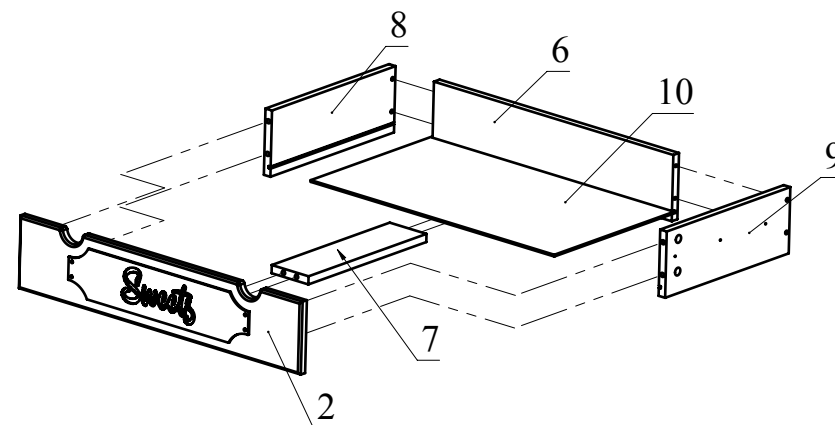

Рис. 8
6. Соберите ящик. Для этого соедините деталь 6 с деталями 8 и 9 с помощью конфирмат. Затем вставьте деталь 10 (ДВП) в пазы деталей 6, 8, 9. Присоедините деталь 7 к полученной конструкции. Соедините деталь 2 с полученной конструкцией и затяните головки минификс (Рис. 8).